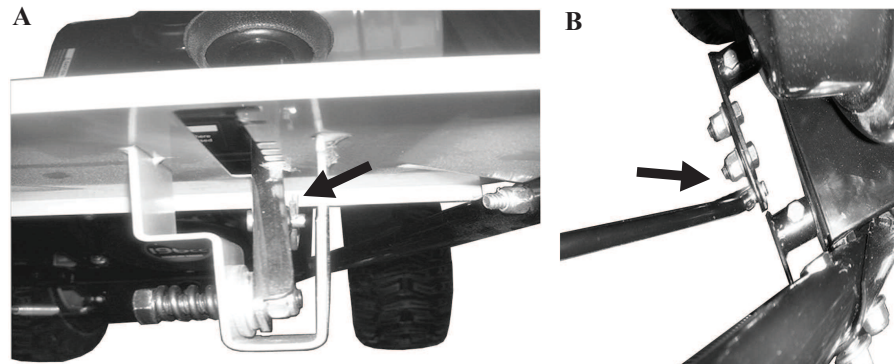

рис. 3
Рычаг переключения скоростей представлен на рис. 3 А
- другую сторону тяги зафиксируйте гайкой на планке переключения скоростей в нижней части снегоуборочника (рис. 3 В).